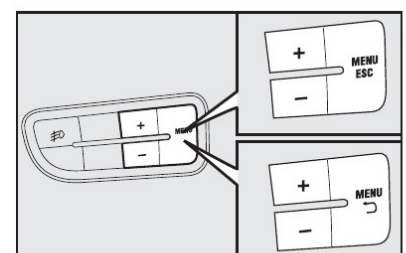

fig. 50
**BOTÕES DE COMANDO - fig. 50**